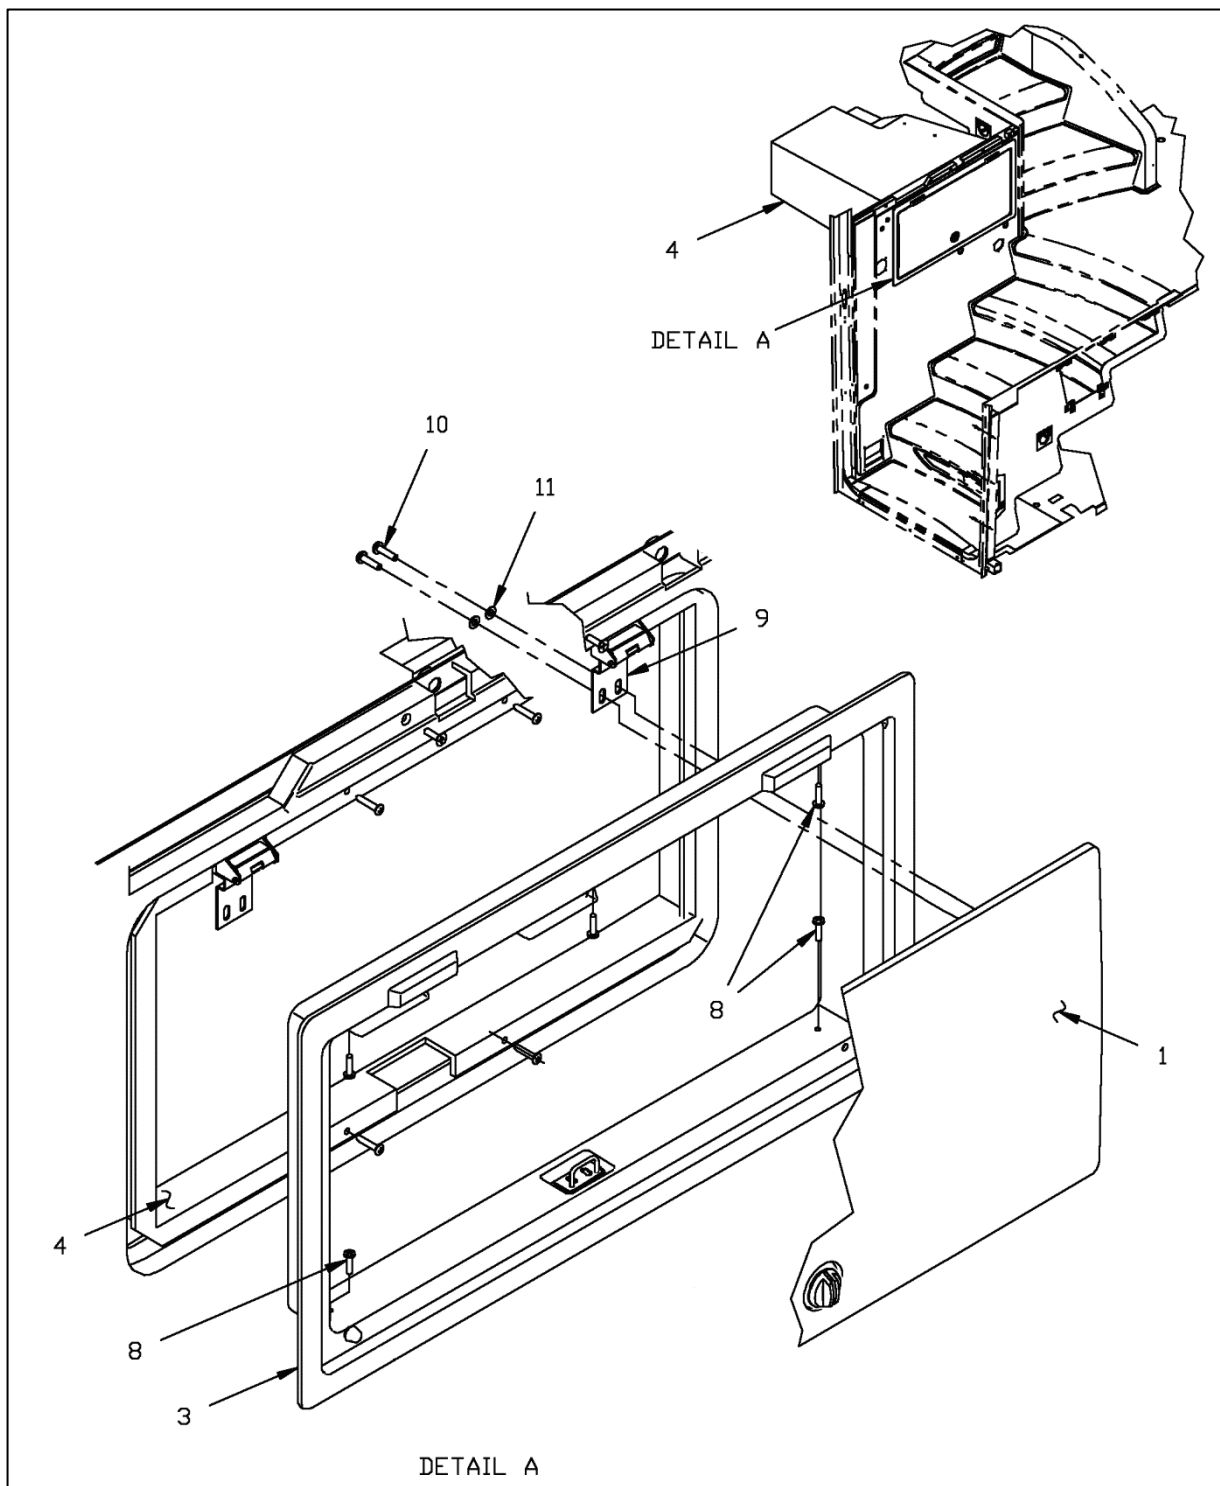
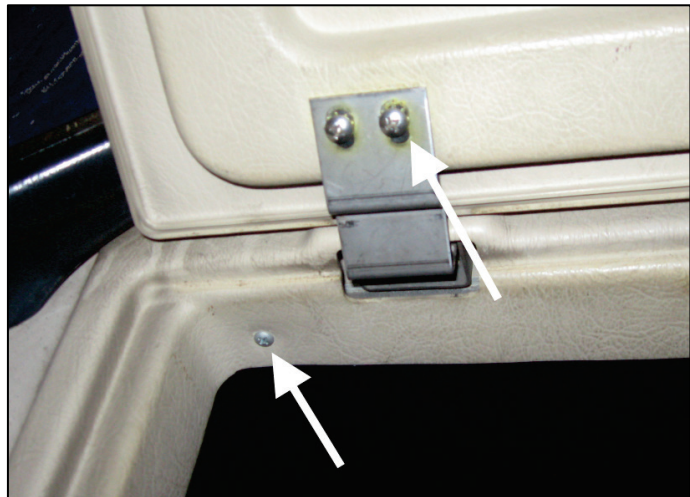

Figure 6
Figure 8
3.1. Enlever le cadre (Fig. 6 item 3).
3.2. Enlever la penture (Fig. 6 item 9, Fig. 8).
3.3. Poursuivez en enlevant la paroi intérieure du coffre. (Fig. 6 item 4).